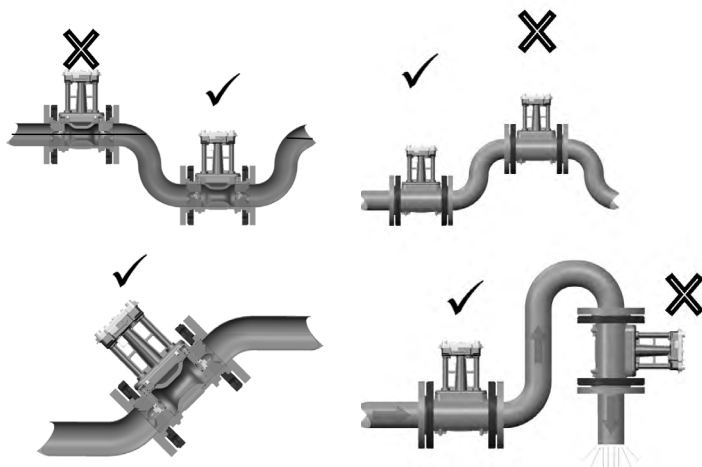

Fig. 3: il sensore deve essere sempre riempito completamente con il liquido
- Per le temperature medie superiori ai 130°C un flussometro con isolamento termico va installato in modo tale che l'elettronica sia posizionata accanto e non sopra la conduttura (vedi fig. 2). Dopo l'installazione assicurarsi che il sensore di flusso sia sempre riempito con il liquido (vedi fig. 3).